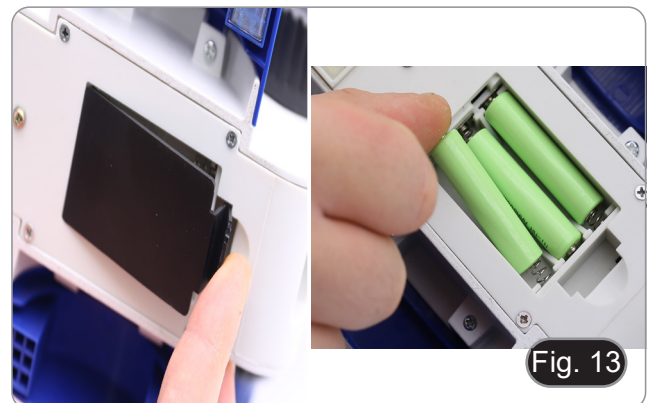

Fig. 13
1. Öffnen Sie das Batteriefach an der Unterseite des Geräts. (Fig. 13)